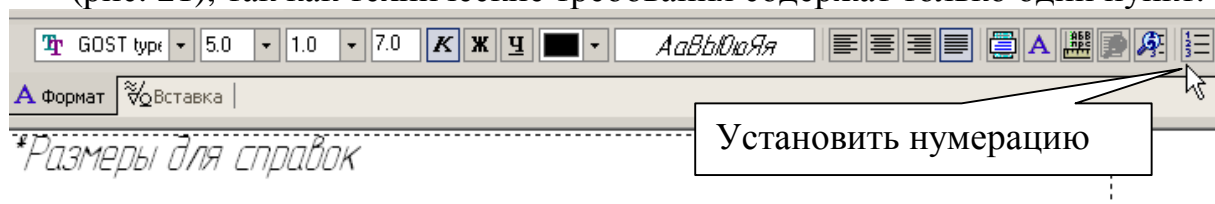

Рис. 21
11. Для выполнения надписи в технических требованиях переключите систему в режим создания и редактирования технических требований с помощью команды **Технические требования – Ввод** в меню **Вставка**. Введите заданный текст и отключите команду **Установить нумерацию** (рис. 21), так как технические требования содержат только один пункт.